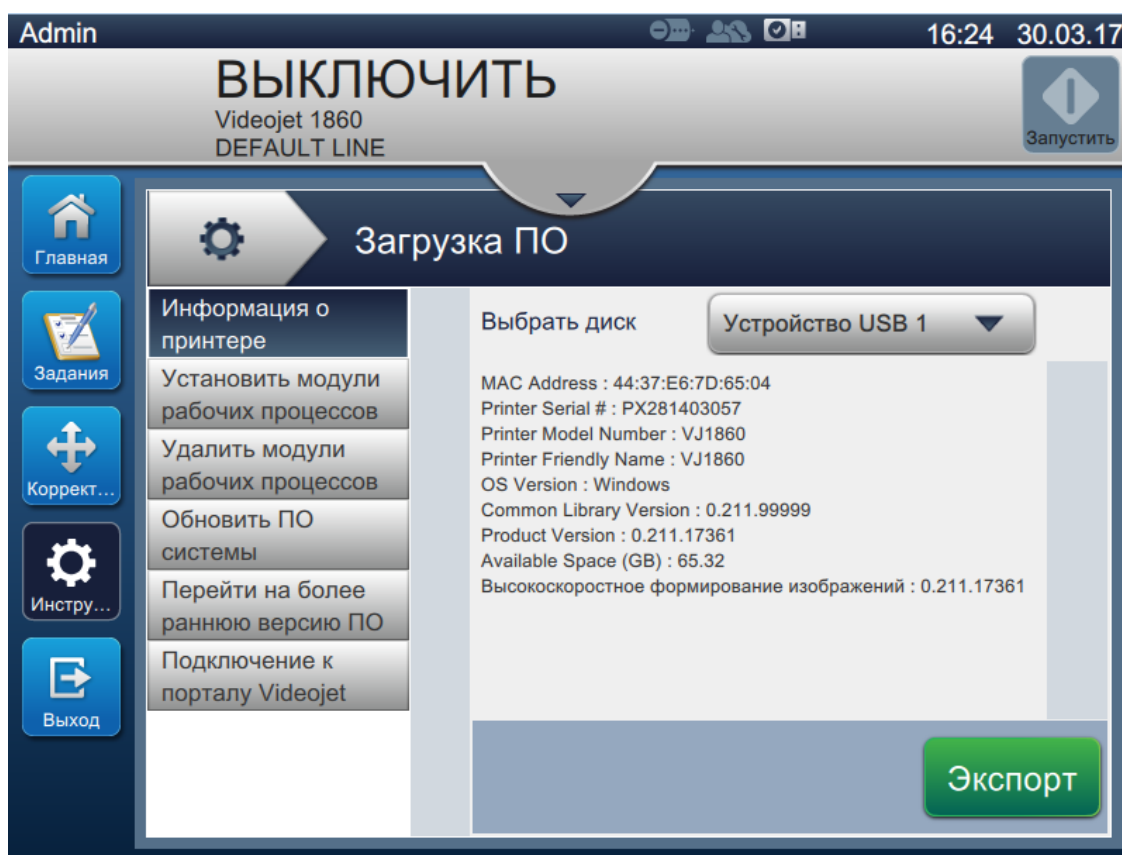

Рис. 6-21. Экран «Загрузка ПО»
1. Нажмите кнопку  на экране «Инструменты». Откроется экран «Загрузка ПО», как показано на Рис. 6-21.